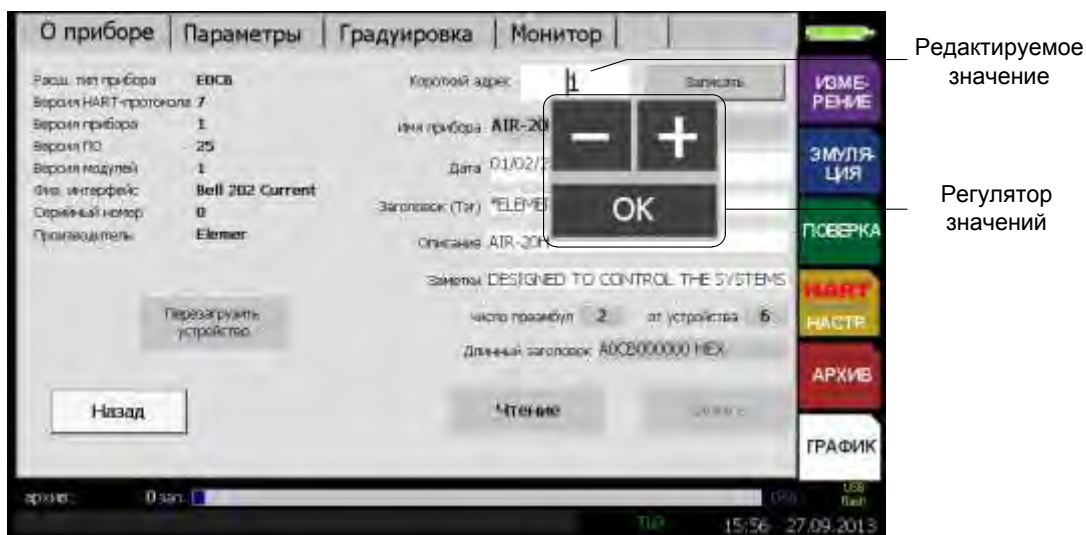

Рисунок 2.60
1) Вкладка «О приборе» (см. рисунок 2.60) предназначена для отображения информации о приборе, имеющем цифровой выходной сигнал на базе HART-протокола.
Кнопка «Запись» предназначена для ввода нового сетевого адреса прибора (см. рисунок 2.60).